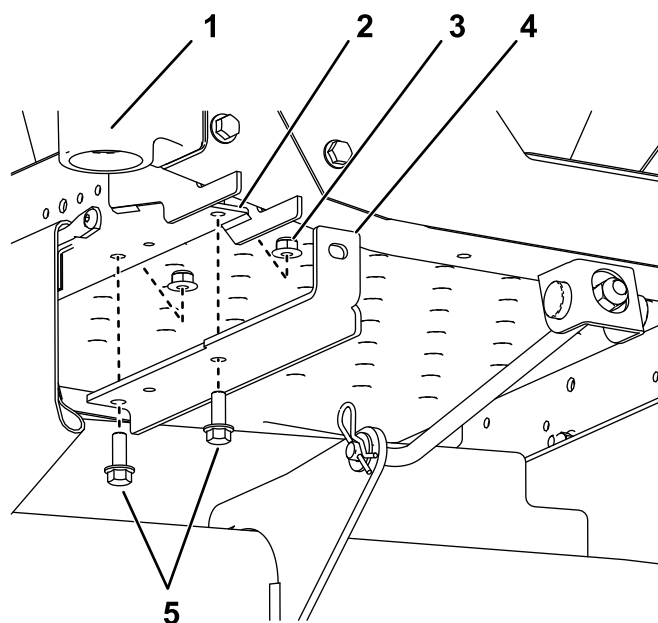

Figura 3
1. Instale os suportes de montagem do peso no lado inferior da estrutura utilizando dois parafusos ($\frac{3}{8}$ pol. x 1 pol.) e duas porcas de bloqueio ($\frac{3}{8}$ pol.) como se mostra na Figura 3.